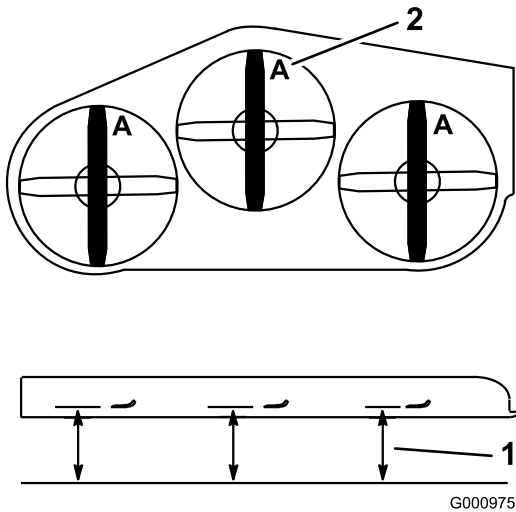

Figura 73
- Mida desde una superficie nivelada hasta el filo de corte, posición A, de las cuchillas (Figura 73).